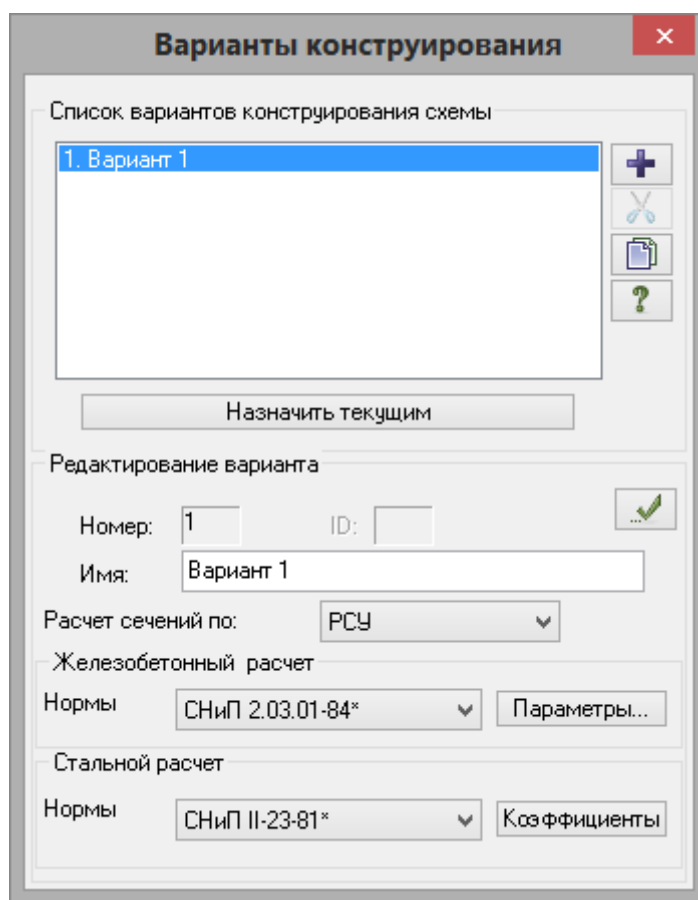

Рис.1.8. Диалоговое окно **Варианты конструирования**
- Вызовите диалоговое окно **Варианты конструирования** (рис.1.8) щелчком по кнопке  – **Варианты конструирования схемы** (панель **Конструирование** на вкладке **Создание и редактирование**).